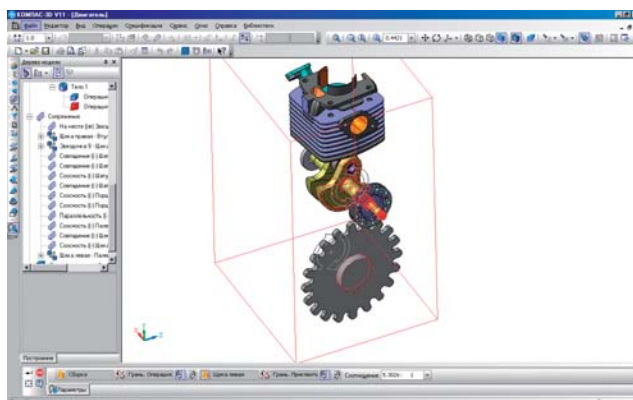

Рис. 10
- Вращение – вращение. Оба объекта вращаются во встречных направлениях, например, как зубчатые колеса (рис.10);